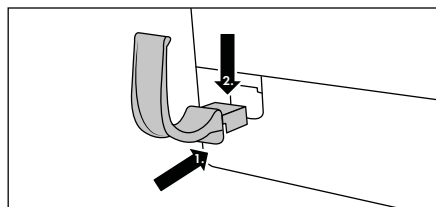

Abb. 1
- ♦ Stecken Sie die Schlauchhalterung **16** in die Öffnung des Geräts und schieben Sie sie für einen festen Sitz nach unten (siehe Abb. 1).